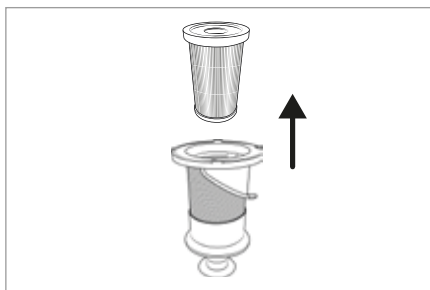

Fig. 21
- 5) Rimuovere il filtro EPA ⑤ dal filtro in acciaio inox ⑥ afferrando il filtro EPA ⑤ dall'apertura e tirandolo fuori dal filtro in acciaio inox ⑥ (vedere fig. 21).